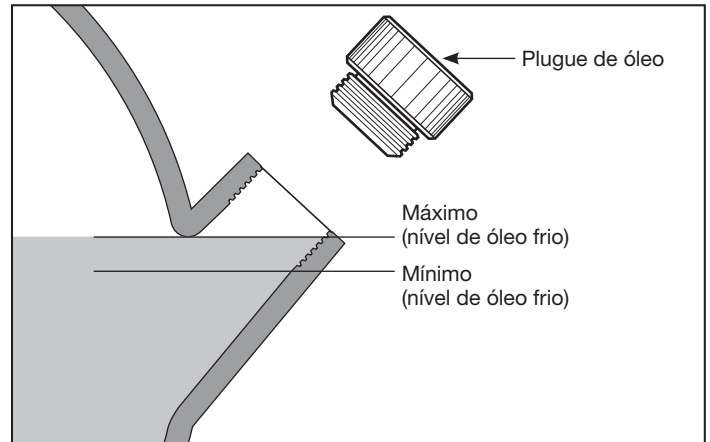

Figura 7 - Nível de óleo
▲ CUIDADO *ESSA UNIDADE CONTÉM ÓLEO. Antes de operar o compressor, verifique o nível de óleo (consulte a figura 7).*
VERIFICAÇÃO DE NÍVEL DE ÓLEO (Consulte a figura 7)
5. Se necessário, complete o óleo do mesmo tipo e mesma marca até o nível máximo (consulte a figura 7 e a seção de lubrificação).
1. Verifique o nível de óleo (consulte a figura 7).